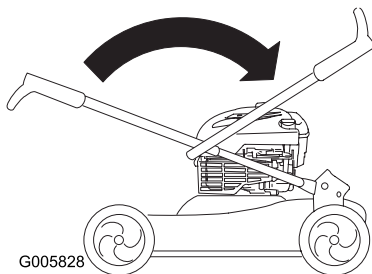

Bild 52
7. Klappen Sie den oberen Griff nach hinten, wie im Bild dargestellt (Bild 52).